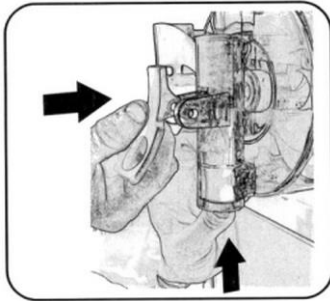

Fig. 41
5. Håll tappen på avtappningskranen intryckt tills du kan se det fyrkantiga hålet i vilket handtaget ska föras in (fig. 41).